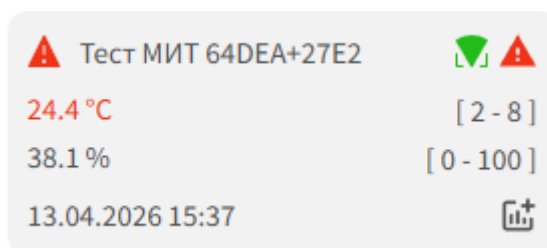

Рисунок 39 – Отображение состояния «Тревога» в случае нарушения ТВР
– точки учета с тревогами – в случае, если зафиксировано нарушение, на карточке точки учета, левее названия отображается иконка состояния «Тревога»  (Рисунок 39), выше карточек отображается дополнительный блок «Точки учета с тревогами» (Рисунок 40) с указанием названия точки учета, с/н датчика, иконок актуальности данных и причины тревоги (Таблица 5), измеренные и пороговые значения, название зоны, примечание, а также дата и время последнего сеанса.